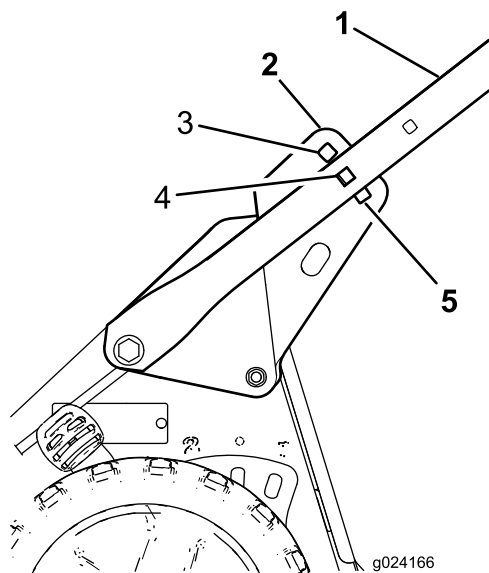

Figura 4
4. Sistematevi dietro la macchina in posizione di guida per determinare l''altezza della stegola più adatta a voi (Figura 4).